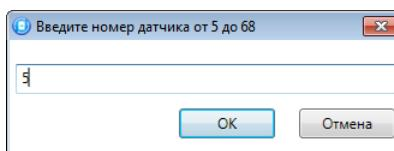

Рисунок 11.4 — Ввод номера радиоустройства
2. В открывшемся окне укажите номер радиоустройства из числа еще не занятых в нумерации ШС и радиоустройств (в указанном в заголовке окна диапазоне) и нажмите кнопку *OK* (см. рисунок 11.4).